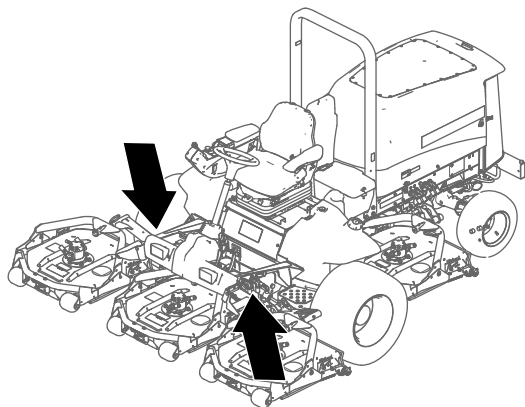
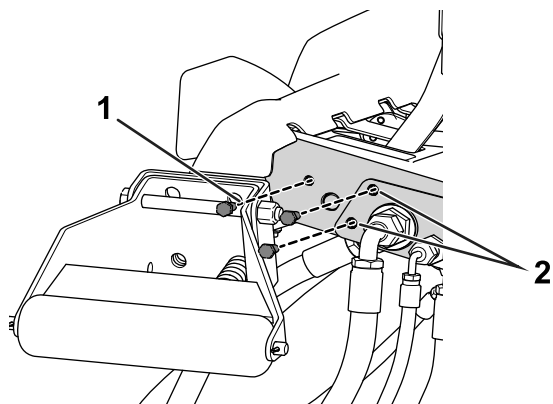
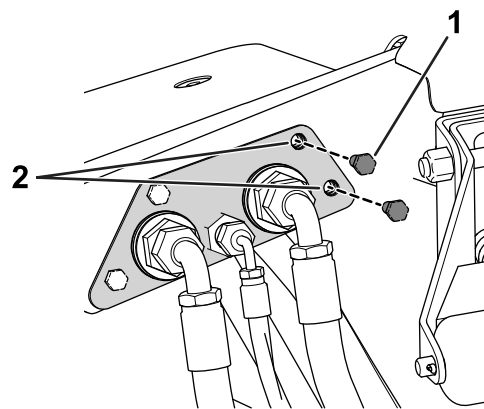

图2
图3
图4
7. 如 图3 和 图4 所示从地脚框架两侧卸下螺栓 图2。
8. 如 图3 和 图4 所示用钻机  $\frac{3}{8}$  英寸扩大地脚框架两侧上的 2 个孔的直径。